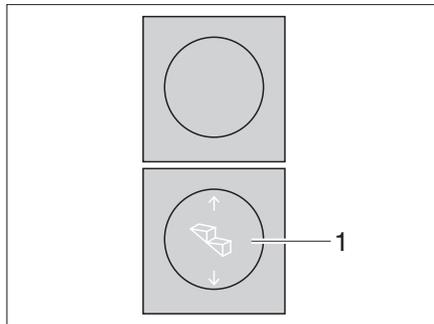

Fig. 1 Commutateur de commande du marchepied
- ▶ Appuyer sur le commutateur à bascule (Fig. 1,1) vers le bas jusqu'à ce que le marchepied soit entièrement sorti.
- ▶ Appuyer sur le commutateur à bascule (Fig. 1,1) vers le haut jusqu'à ce que le marchepied soit entièrement rentré.